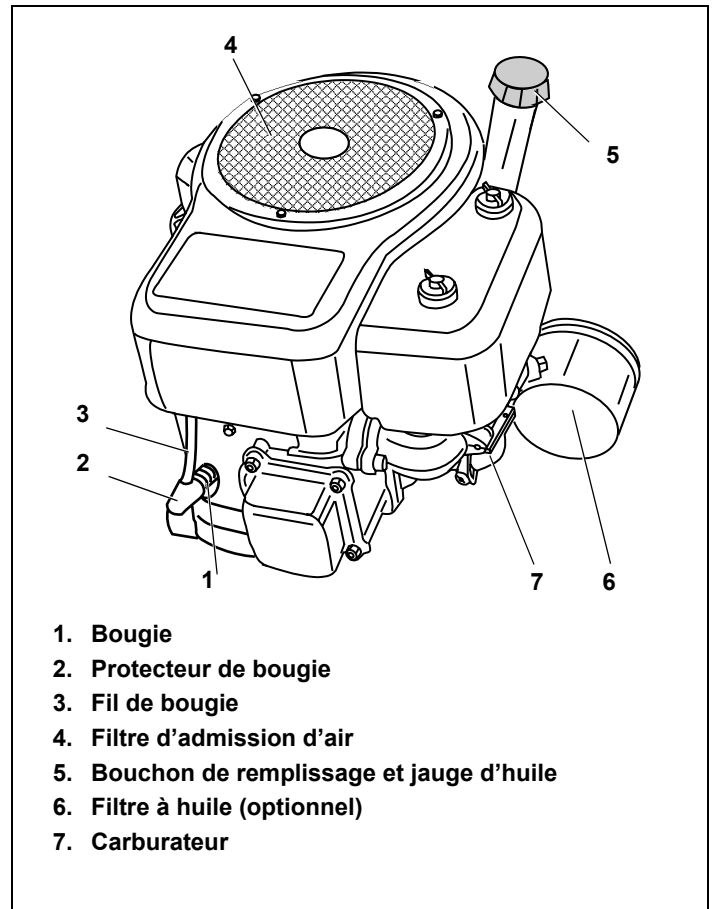

Figure 7. Moteur avec jauge d'huile
2. Dévissez le bouchon de remplissage et essuyez la jauge d'huile. Voir la Figure 7.